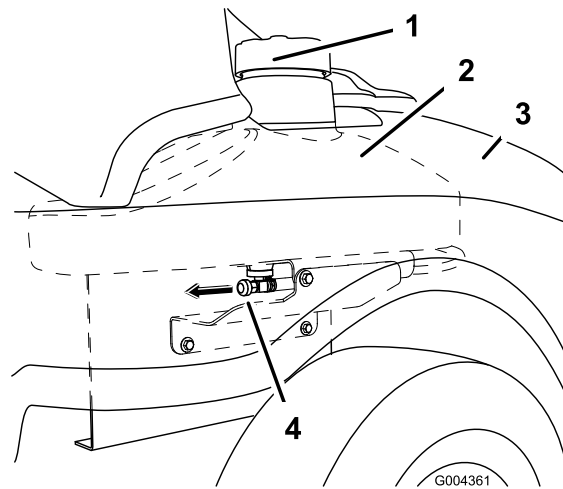

Bild 30
- Schließen Sie den Kraftstoffhahn vorne unter dem Kraftstofftank (Bild 30).